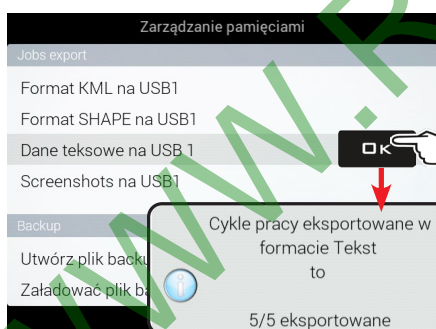

Fig. 289
- Wybrać pozycję **Dane tekstowe na USB 1** (Fig. 289) i nacisnąć **OK**.